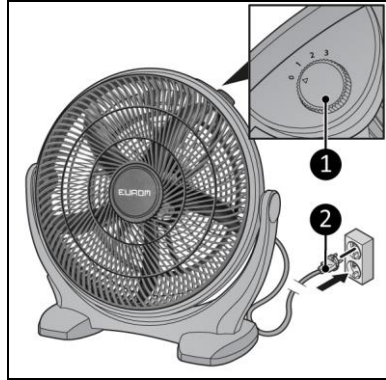

Abbildung 4
3. Stellen Sie sicher, dass sich der Steuerknopf in der Position AUS befindet (Abbildung 4, Pos. 1).
4. Stecken Sie den Netzstecker (Abbildung 4, Pos. 2) in eine leicht zugängliche Steckdose. Verwenden Sie eine Steckdose mit einer Mindestleistung von 50 Watt.